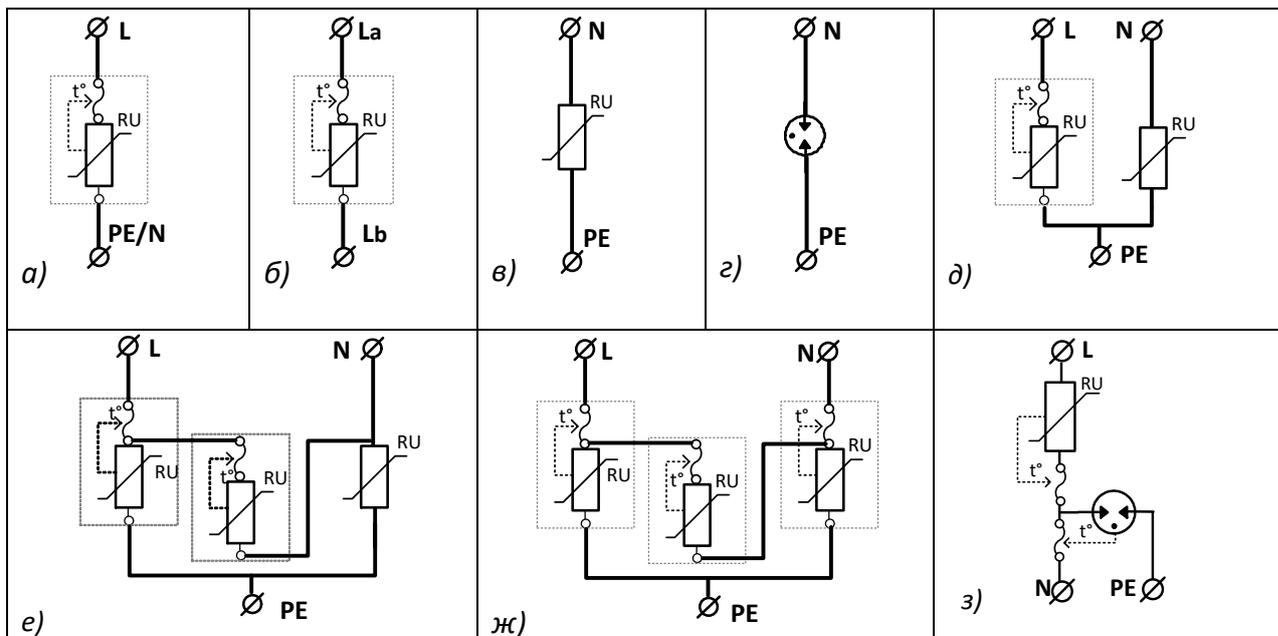

Рисунок 2. Функциональные схемы УЗИП
**Рис. 2а.** *УЗИП на базе варисторов; классов 1+2, 2, 2+3, 3 ; для включения между фазным (L) и защитным/нейтральным (PE/PEN/N) проводниками.*
**Рис. 2б** *УЗИП на базе варисторов; классов 1+2, 2, 2+3, 3 ; для включения между двумя фазными (L) проводниками.*
**Рис. 2в.** *УЗИП на базе варисторов; классов 1+2, 2, 2+3, 3; для включения между нейтральным (N) и защитным (PE) проводниками.*
**Рис. 2г.** *УЗИП коммутирующего типа (на базе разрядника); классов 2+3, 3; для включения между нейтральным (N) и защитным (PE) проводниками.*
**Рис. 2д.** *УЗИП на базе варисторов класса 2 для включения между фазным(L), нейтральным (N) и защитным (PE) проводниками.*
**Рис. 2е.** *УЗИП на базе варисторов класса 2+3 для включения между фазным (L), нейтральным (N) и защитным (PE) проводниками. Между проводниками L и N дополнительно установлен варистор для защиты от дифференциальных помех.*
**Рис. 2ж.** *УЗИП на базе варисторов класса 3 для включения между фазным (L), нейтральным (N) и защитным (PE) проводниками. Между проводниками L и N дополнительно установлен варистор для защиты от дифференциальных помех.*
**Рис.2з.** *УЗИП комбинированного типа на базе варистора (в цепи L-N) и разрядника в цепи (N-PE) классов 2+3, 3 для включения между фазным (L), нейтральным (N) и защитным (PE) проводниками.*
Кроме того тепловой разъединитель применяется (в схеме рис. 2з) для размыкания цепи включения разрядника в случае его перегрева от сопровождающего тока, что возможно только в случае неправильного подключения УЗИП.
- УЗИП (ограничивающего типа, на варисторах) для включения между проводниками L-PE/N (рис.2а) и между N-PE (рис. 2в) имеют одинаковые электрические характеристики, отличие последних состоит в отсутствии теплового разъединителя и контроля состояния;
- УЗИП (для подключения к проводникам L,N) класса испытаний 2 (рис. 2д) представляют из себя два конструктивно соединенные между собой УЗИП для включения между L-PE и N-PE и имеют соответствующие параметры;
- УЗИП (для подключения к проводникам L,N) классов испытаний 2+3, 3 отличаются тем, что между клеммами L-N дополнительно включен варистор для защиты от дифференциальных помех (рис. 2е, 2ж);
- комбинированные УЗИП класса испытаний, 3 отличаются тем, что между проводниками L–N установлен варистор, а между N-PE – разрядник (рис.2з);
- с учетом того, что в ходе эксплуатации часто возникают ошибки подключения (перепутываются фазный и нулевой провода) УЗИП, подключаемые к проводам L,N,PE, класса испытаний 3 имеют терморазмыкатель в цепи подключения нейтрального проводника (N).
Функциональная схема устройства показана на рис. 2а
Функциональная схема устройства показана на рис. 2б
Функциональная схема устройства показана на рис. 2в
Функциональная схема устройства показана на рис. 2г